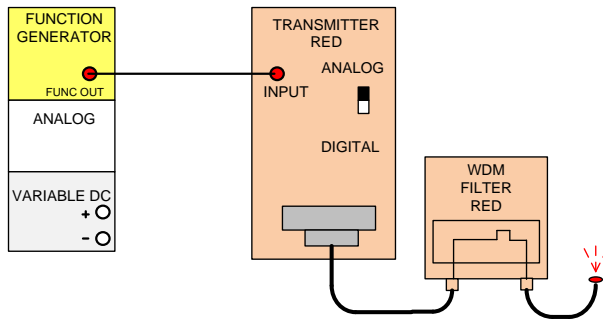

Рис.4. Схема соединений оптического модуля передачи с красным светофильтром
11. Соберите схему, показанную на рис. 4, используя передатчик и светофильтр.